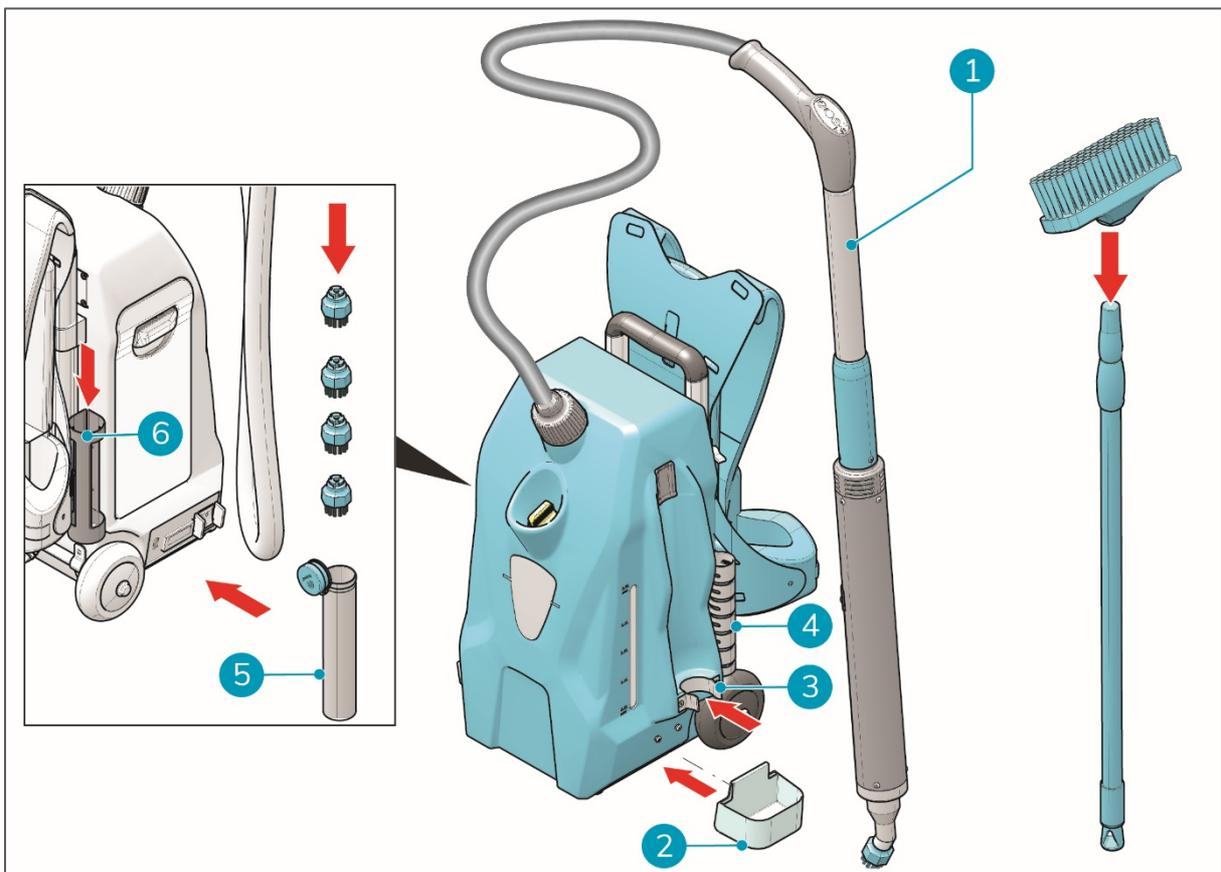

Figura 7
1. Fixe o tabuleiro de gotejamento (figura 7, posição 2) ao corpo do equipamento.
2. Encaixe a lança (figura 7, posição 1) no suporte (figura 7, posição 3), com a placa metálica virada para o corpo principal do equipamento.
4. Coloque a vassoura no respectivo suporte (figura 7, posição 4).
5. Coloque as escovas sobressalentes no tubo de armazenamento (figura 7, posição 5).
6. Coloque o tubo de armazenamento no suporte (figura 7, posição 6) no lado esquerdo do corpo principal do equipamento.